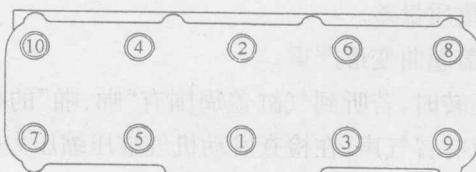

图 1-2 桑塔纳轿车气缸盖螺栓拧紧顺序
- (5) 注意各水、油孔和定位销要对正。
- (6) 按拧紧顺序依次拧紧气缸盖螺栓。桑塔纳气缸盖螺栓拧紧顺序如图 1-2 所示。在紧固缸盖螺栓时，要分 4 次拧紧，第 1 次拧紧力矩为 $40N \cdot m$ ；第 2 次拧紧力矩为 $60N \cdot m$ ；第 3 次拧紧力矩为 $75N \cdot m$ ；第 4 次为拧 90° (1/4 圈)。